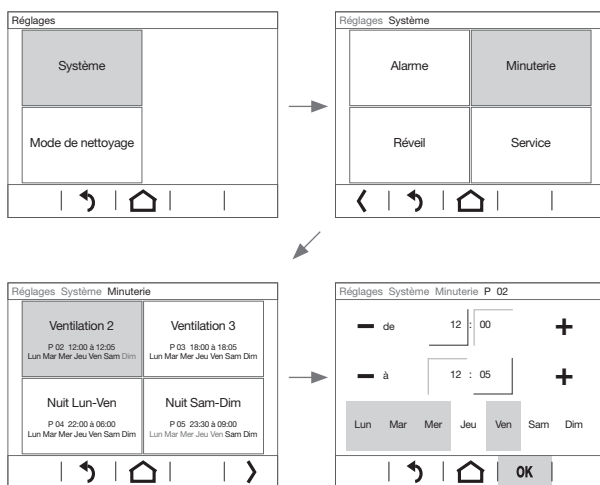

Figure 6 : modification d'une période
## Réglage de l'horloge (figure 6)
Le menu **Minuterie** permet de modifier jusqu'à 16 périodes récurrentes avec point de départ et d'arrêt réglables. Chaque période est affectée à une fonction automatique, par ex. coupure de nuit Lu-Ve de 22:00 à 06:00 (figure 6). Cette période peut être affectée à un, deux, ... tous les jours de la semaine.
- Avec , accéder au menu **Réglages**, sélectionner **Système** et **Minuterie**. L'affichage bascule dans le menu Horloge. Les périodes programmées s'affichent (figure 6).